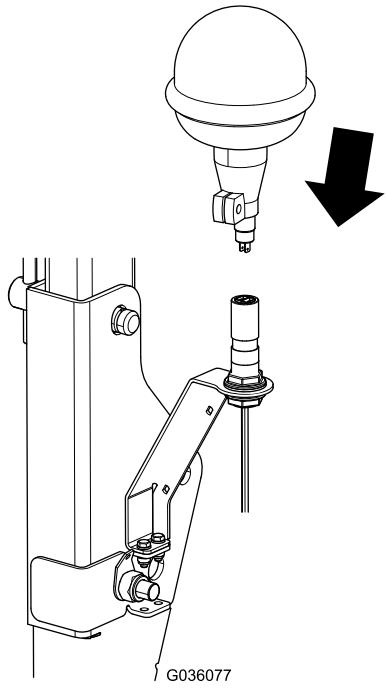

Figura 6
5. Introduzca la baliza en la parte superior de la base de la baliza (Figura 6).